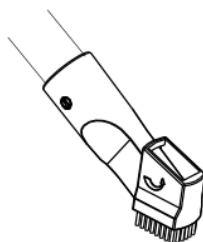

Fig. 9 – Bocal para cantos com escova
- Para limpeza em estofados ou tecidos, utilize o bocal com escova, conforme mostra a Fig. 9.